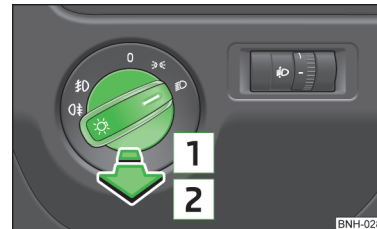

Abb. 23
- Den Lichtschalter in Stellung oder » Abb. 23 drehen.
- Den Lichtschalter in Stellung oder » **Abb. 23** auf Seite 44 drehen.